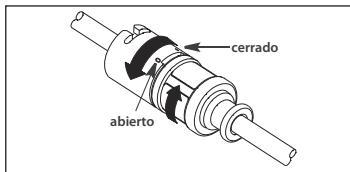

Figura 6
- b. Si utiliza un protector de contaminación del catéter con un adaptador TwistLock, gire la mitad superior del conector distal en sentido horario para bloquear el catéter en su sitio. Recoloque el extremo proximal del protector del catéter según deseé. Gire las mitades superior e inferior en direcciones opuestas para bloquearlo en su sitio. Pruebe el adaptador tirando suavemente del catéter para asegurarse de que sujetá correctamente el catéter (consulte la figura 6).